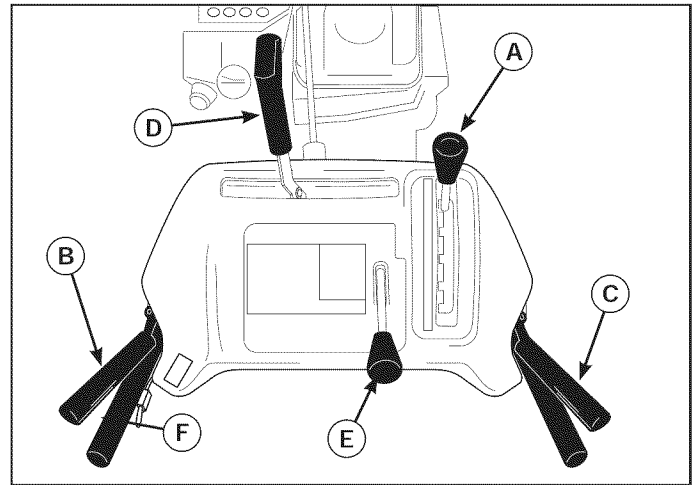
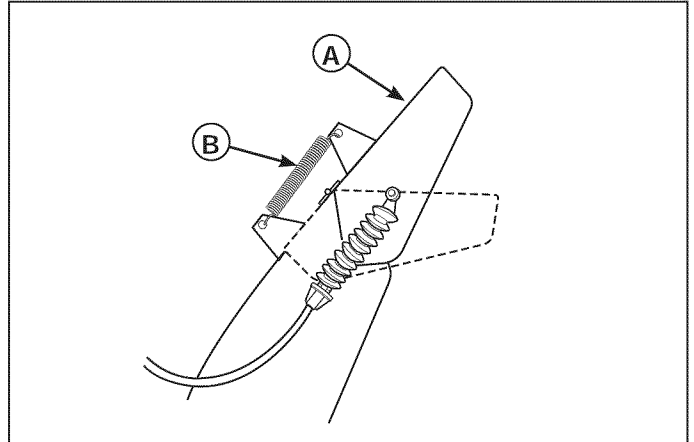

Figura 21. (Desde la posición del operario)
Figura 22. Mando a distancia del deflector
7. Compruebe el control de la tracción (B, Figura 21), y el control del tornillo para un funcionamiento correcto. Si fuese necesario algún ajuste, vea la sección de reparación para ver los procedimientos.
8. Compruebe la dirección de la boquilla de descarga (D, Figura 21) para un funcionamiento correcto. La boquilla de descarga debe girar libremente en ambas direcciones. Consulte la sección de reparación para ver los ajustes y la resolución de problemas.
9. Compruebe la dirección del deflector de la boquilla de descarga (E, Figura 21) para un funcionamiento correcto. El deflector debería moverse hacia arriba y hacia abajo.
11. Compruebe el selector de velocidad (A, Figura 21) para un funcionamiento suave. El control debe moverse con suavidad en cada posición y permanecer fijo en una posición al soltarlo. Si el selector de velocidad no se mueve hacia todas las marchas hacia adelante y hacia atrás, póngase en contacto con su distribuidor local para asistencia.
3. Presione por completo y mantenga presionado el control de la transmisión (C, Figura 21) sobre la empuñadura derecha para que comienza a girar el tornillo sinfín. Soltar el control de transmisión del tornillo desacoplará el tornillo — **a no ser que se haya activado el control Free-Hand™ (ver paso 5 a continuación)**.
4. Presione por completo la palanca de control de la tracción y el control Free-Hand™ (B, Figura 21) en la empuñadura derecha para acoplar la transmisión y que se comience a mover el lanzador de nieve. Para desacoplar la transmisión, suelte por completo la palanca.
6. Seleccione una marcha hacia adelante o una marcha atrás utilizando el Selector de velocidad (A, Figura 21). Suelte ambas palancas de control antes de cambiar de velocidad.
Utilice el selector de velocidad (A, Figura 21) para controlar la velocidad de conducción del lanzador de nieve. Hay seis velocidades hacia adelante y dos hacia atrás.
Para cambiar de marcha, suelte la palanca de control del tornillo (B, Figura 21), y después mueva el selector de velocidad a la posición deseada. Pulse por completo las palancas de control para volver.
1. Pulse el mando a distancia del deflector (E, Figura 21) a la izquierda para DESBLOQUEAR el control. Deslizar el control hacia adelante pondrá el deflector en la posición de lanzamiento máxima (A, Figura 22). Deslizar el control hacia atrás disminuirá la distancia de lanzamiento.